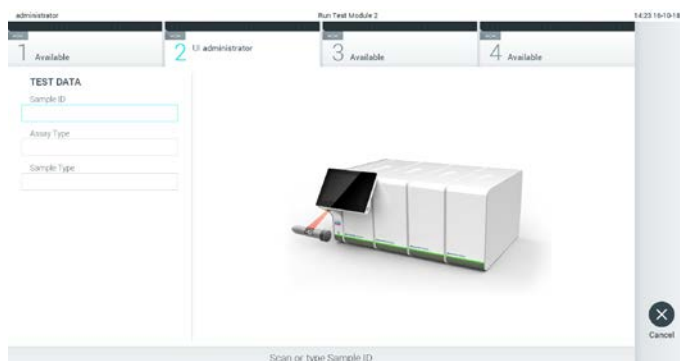

Figura 72. Escaneo del código de barras del identificador de la muestra.
2. Cuando se le indique, escanee el código de barras del identificador de muestra con el lector de códigos de barras que está integrado en el módulo operativo (figura 72).